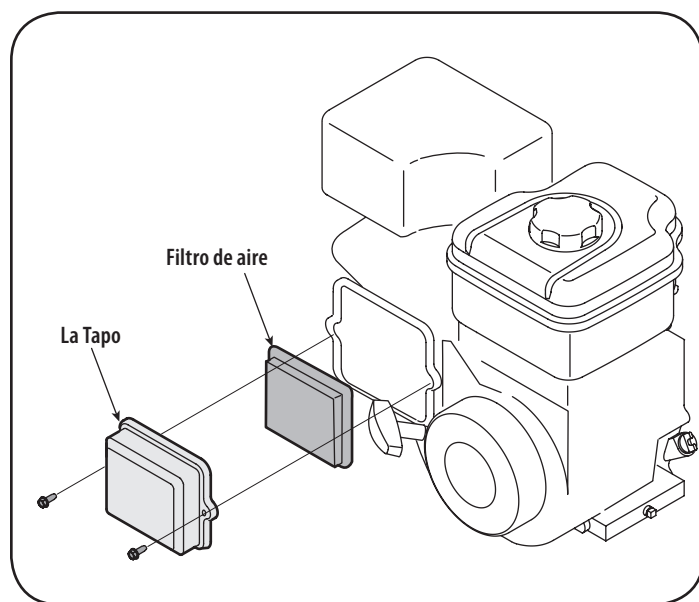

Figure 12
2. La tapa abierta y quita Filtro de aire. Vea la Figure 12.